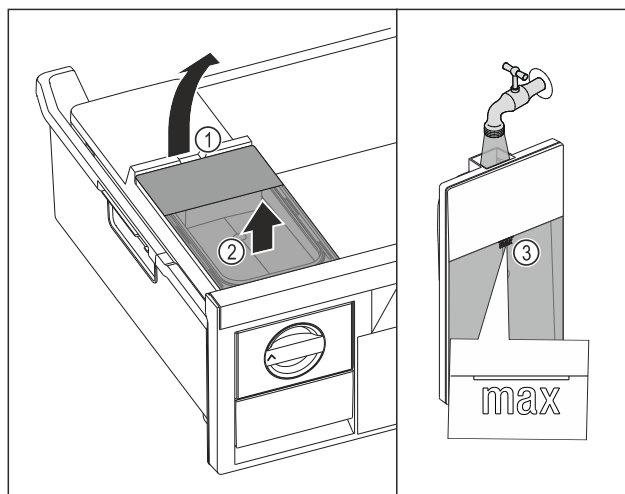

Fig. 76
- Wassertank an der Aussparung Fig. 76 (1) anheben.
- ▶ Wassertank nach oben entnehmen. *Fig. 76 (2)*
- ▶ Wassertank bis zur Markierung *Fig. 76 (3)* mit Trinkwasser befüllen.